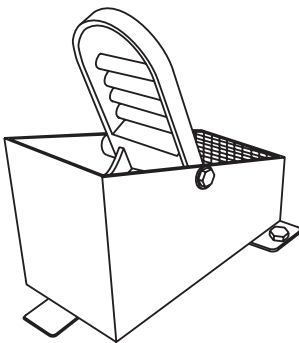

Figure 9. Pédale de commande de vitesse des lames
4. La pédale de droite (figure 9) contrôle la vitesse des lames et du moteur. La position de la pédale détermine la vitesse des lames. La vitesse lente des lames est obtenue en enfonçant légèrement la pédale. La vitesse maximale des lames est obtenue en enfonçant complètement la pédale.